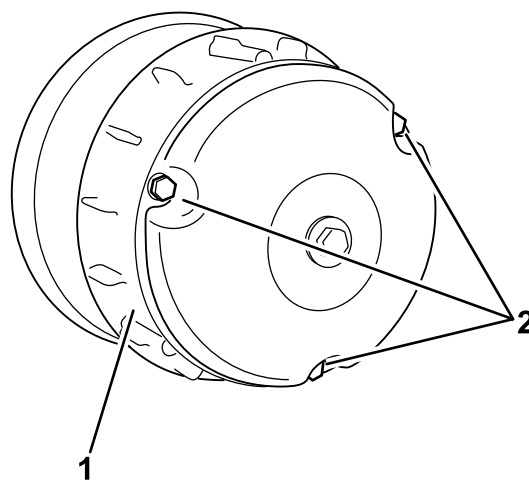

図 69
2. クラッチカバーのボルト3本を外してカバーを取る (図 69)。
4. クラッチカバーを元通りに取り付けて、ボルト3本 図 69さきほど2で外したもので固定する。